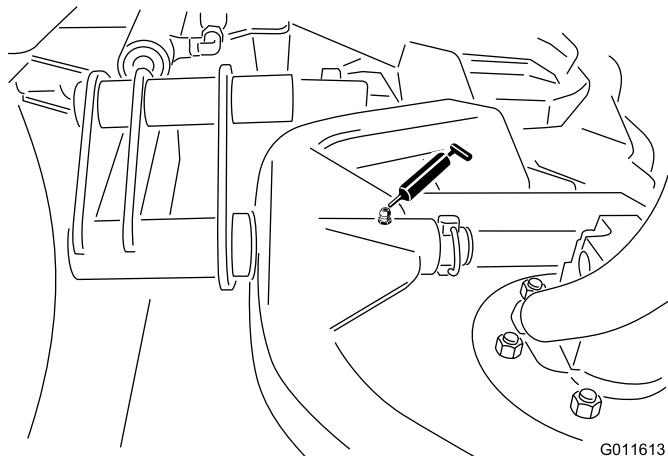

Figure 32
- Pivot de bâti porteur de plateau de coupe (x 1) (Figure 32)